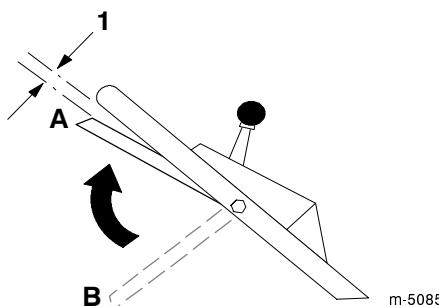

Figura 14
9. Levante la barra de control de la cuchilla hasta unos 2,5 cm del manillar; consulte la posición *A* de la Figura 14.